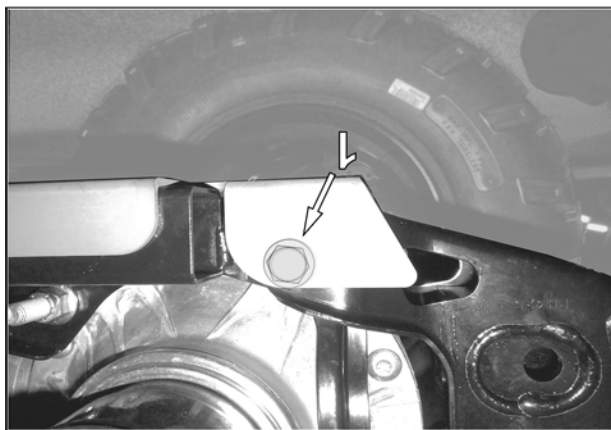

Fig. 4
3. Dévisser et retirer le boulon de fixation (1) du différentiel arrière. Positionner la plaque anti-rotation arrière (B1) sous le véhicule. Les trous de fixation du différentiel au châssis du véhicule, l'extrémité doivent être alignés avec le trou de fixation du différentiel au châssis du véhicule. Réinstaller le boulon de fixation (1) du différentiel arrière et utiliser le nouvel écrou (B4) fourni. Ne pas le serrer complètement. Voir la Fig. 3 et la Fig. 4